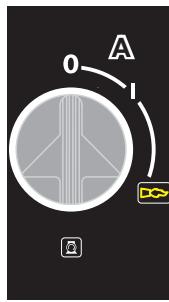

FIG. 11
3) Starta tvätttaggregatet genom att vrida strömbrytaren till läge "I" (fig. 11 A).
Nollställ de blinkande genom att vrida huvudströmbrytaren "A", fig. 11, till läge "0" och sedan till läge "I".
Efter avslutad användning av "ångfasen", vrid termostatvredet "B" till läge "0" (fig.11), låt apparaten svalna i ca 3 minuter med pistolen öppen.